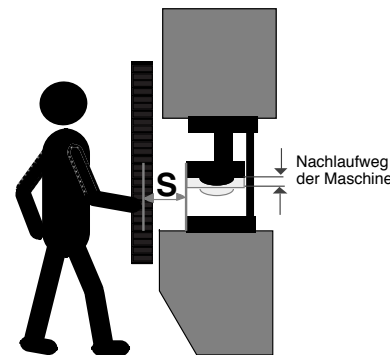

Bild 35/2 Sicherheitsabstand u. Nachlaufweg
**Sicherheitsabstand** (Bild 35/2)